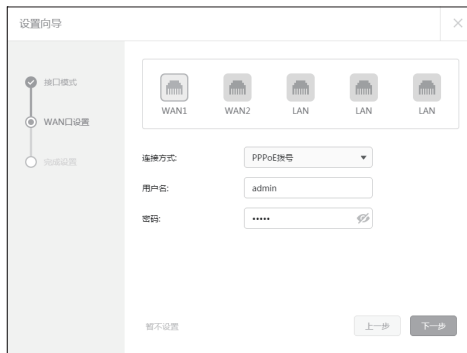

图4-4 上网方式--PPPoE
- 1) 如果上网方式为PPPoE, 即ADSL虚拟拨号方式, 则需要填写网络服务商提供的上网账号和密码, 如图4-4所示。